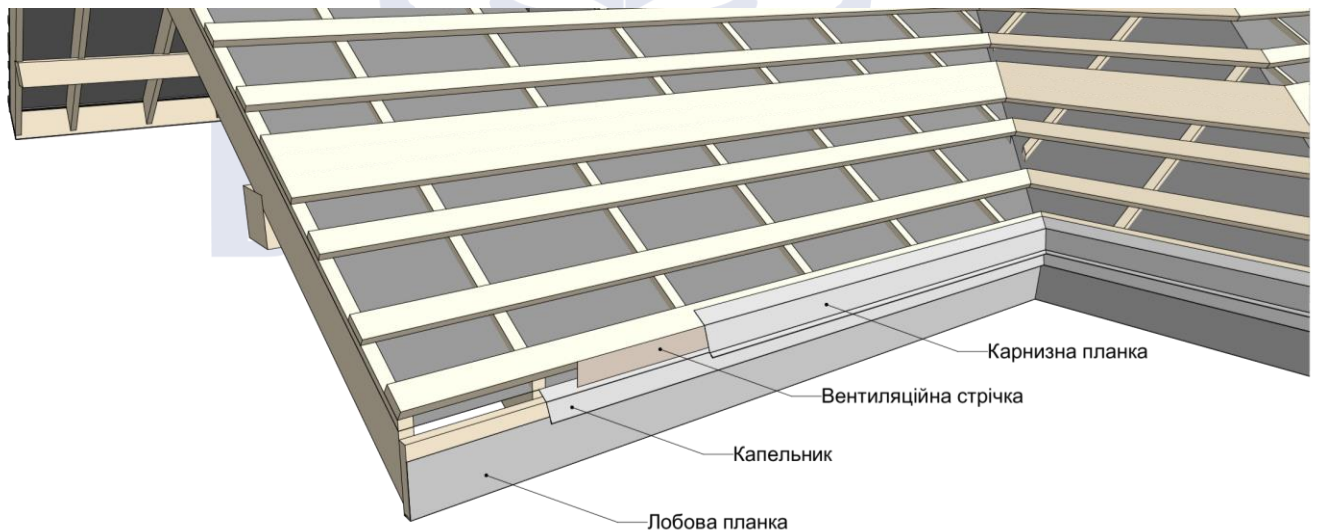

Рис.11 "Схема розташування елементів"
- Перед монтажем покрівельних листів на першу обрешітку монтується карнизна планка оцинкованими саморізами через кожні 30 см (Рис.11).
- Щоб запобігти потрапляння під покрівельний матеріал птахів, комах тощо, встановлюється вентиляційна стрічка (Рис.11).
- Для захисту лобової дошки від намокання та дії сонячного проміння кріпиться лобова планка (Рис.11).